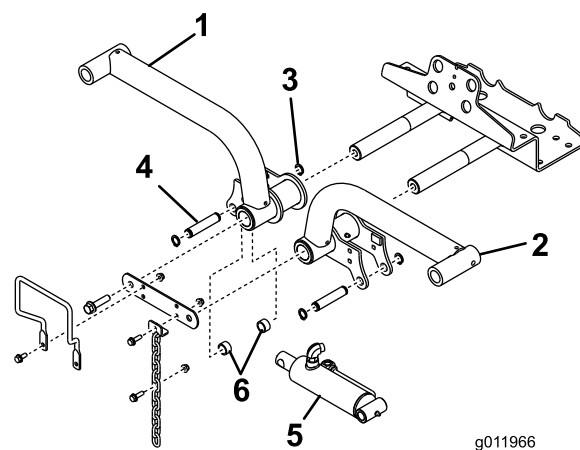

図 15
4. 左右の昇降アームをそれぞれピボットシャフト図 15 に差し込み、保管しておいたピボットシャフトリンクとキャップスクリューを取り付けて固定する。
6. 昇降シリンダの右端を右昇降アームに連結するピン 1 本とスペーサ 2 個図 15。リターナリングで固定する。